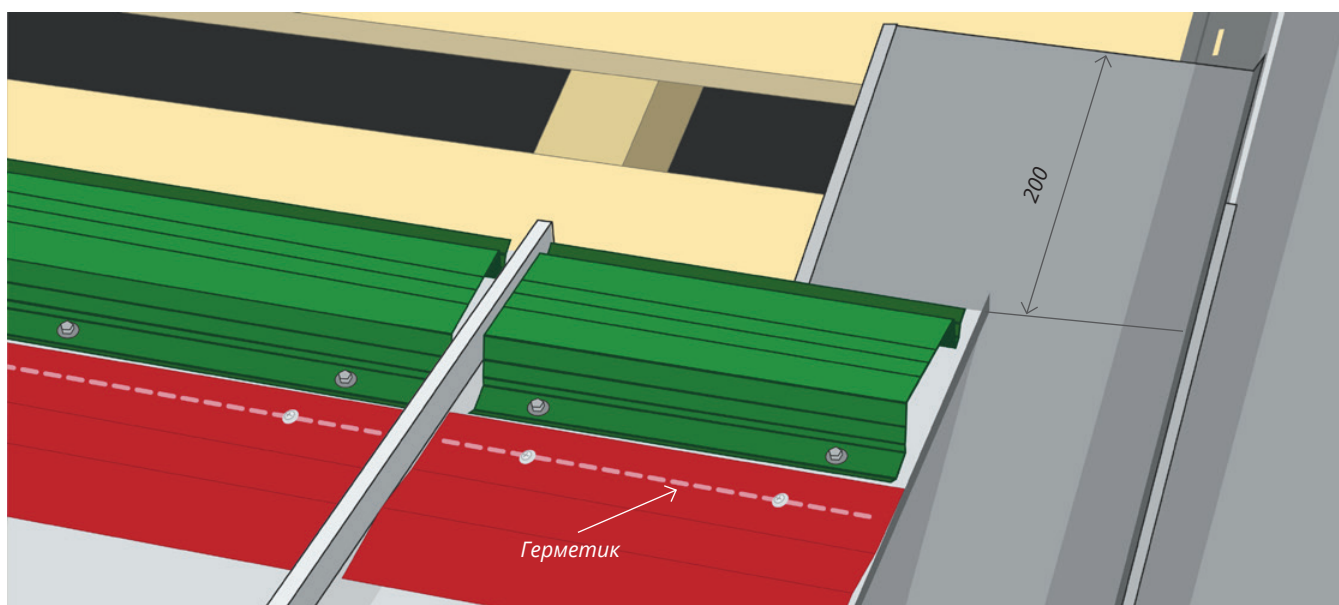

Рисунок 10
10. Установите крепежную планку и вентпрогон опорный на внутренний край панелей ската дормера (Рис. 10).